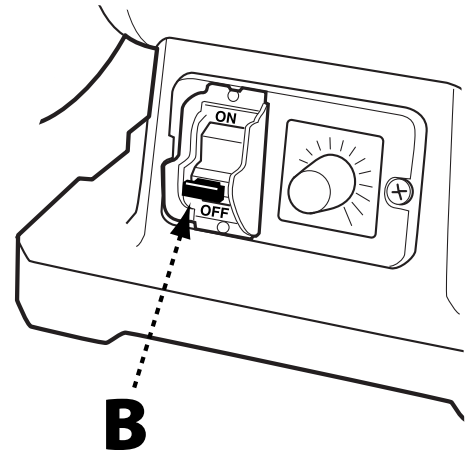

FIGURA 7
Para bloquear la máquina, retire la llave (B) jalándola hacia afuera. Vea la Figura 7. Si se retira la llave de encendido, la máquina no funcionará.